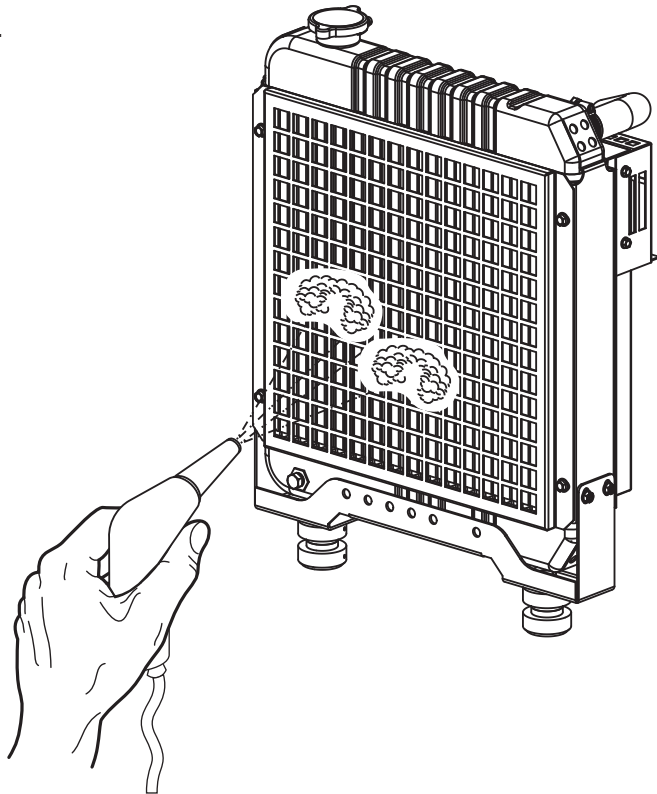

Figura 34. Limpieza del radiador
1. Quite soplando cualquier suciedad o polvo de las aletas y del radiador con aire comprimido a 28 psi (193 kPa) o menos (Figura 34). Tenga cuidado de no dañar las aletas con el aire comprimido.